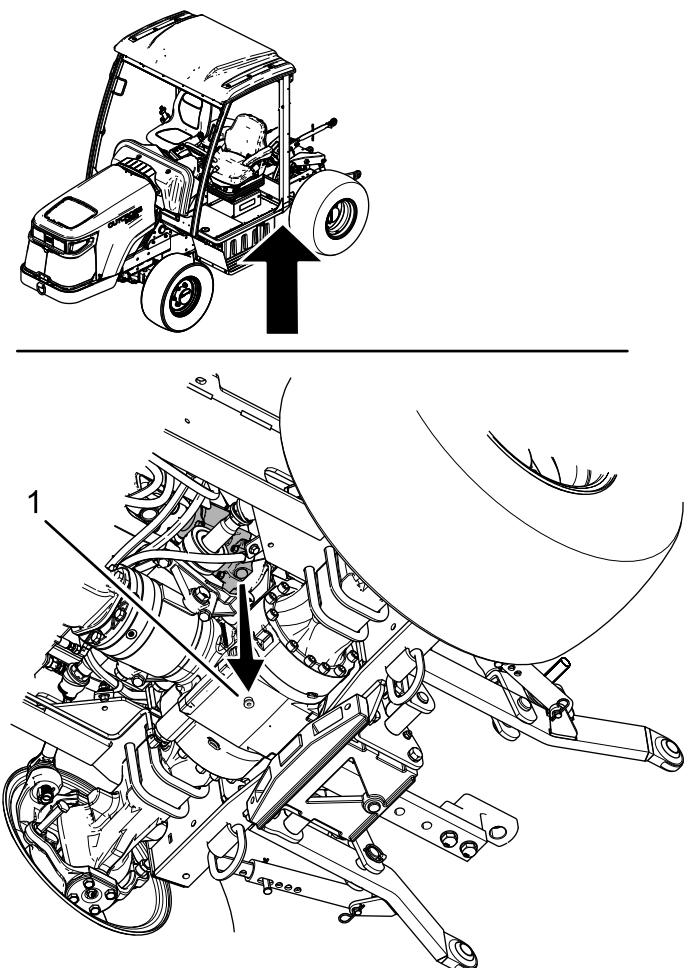

Figura 106
3. Retire el tapón del orificio de vaciado (Figura 106).